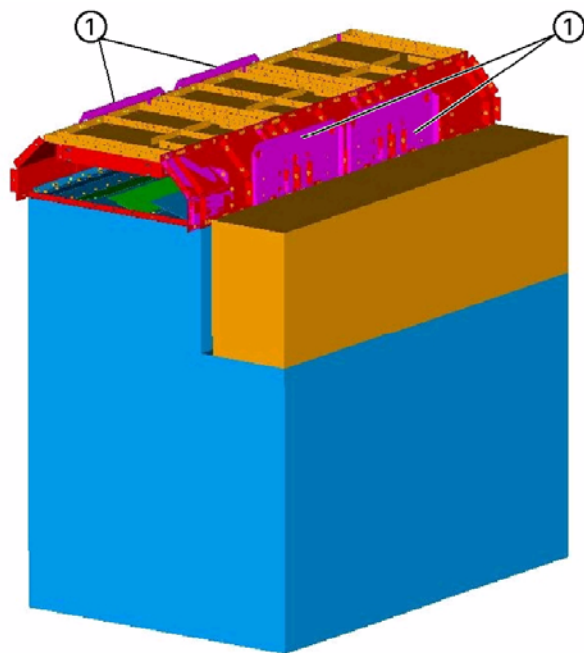

Рис. 15. Подъемные плиты 3-панельного транспортного модуля
Рекомендуется погрузка распределительного устройства с помощью тросов, прикрепленных к мостовому крану. Тросы крепятся к подъемным серьям на верхних подъемных плитах. Один комплект подъемных плит (1) расположен наверху короба сброса давления, а другой находится позади короба, как показано на рис. 15